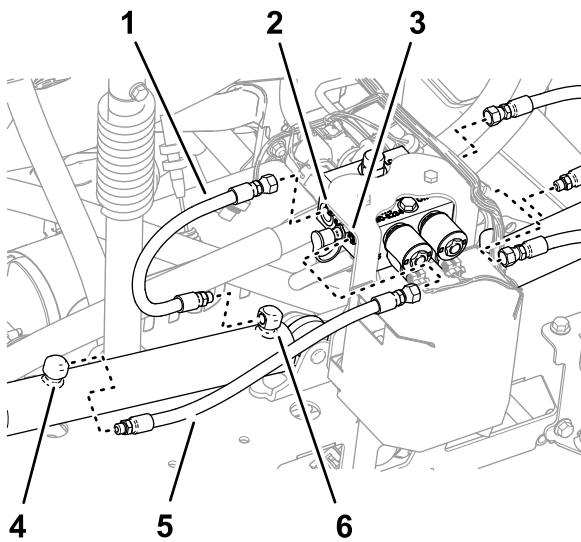

Figura 39
1. Rimuovete i flessibili dai fori di estensione per i cilindri di sollevamento di sinistra e destra (Figura 39).
2. Rimuovete i flessibili dai fori C2 e C4 del collettore del cilindro di sollevamento (Figura 39).
3. Rimuovete i flessibili dai fori di ritrazione dei cilindri di sollevamento di sinistra e destra (Figura 39).
4. Rimuovete i flessibili dai fori C1 e C3 del collettore del cilindro di sollevamento (Figura 39).